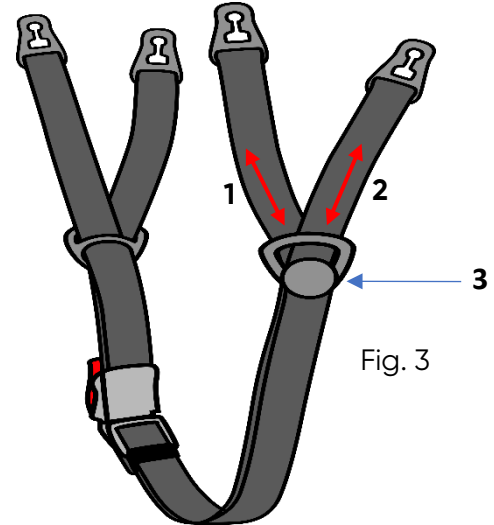

Fig. 3
Der Kinnriemen (Fig 3) verfügt über Längeneinstellung, individuell für die linke und rechte Seite des Riemens. Für jeden Teil kann die Länge der vorderen (1)